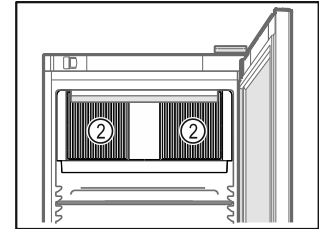

Fig. 58
- Oslobodite ventilacijske proreze Fig. 58 (2) za ventilator optočnog zraka u unutrašnjosti.